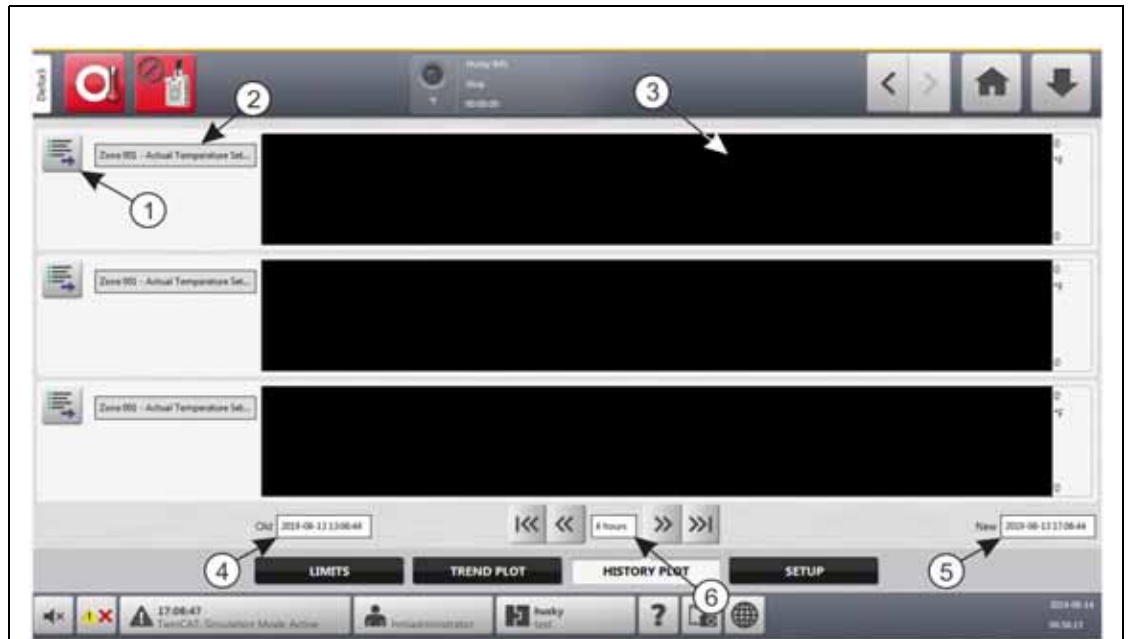

Figura 12-3 Pantalla Registro histórico
Para ver la pantalla History Plot (Registro histórico), toque el botón **Process Monitoring** (Control de proceso) en la pantalla Home (Inicio) y, luego, toque la pestaña **History Plot** (Registro histórico). Consulte la Figura 12-3.
3. En la pantalla del registro histórico, toque el campo **Timeframe** (Intervalo). Consulte la Figura 12-3.
Los campos de fecha antigua, fecha nueva y rango temporal se especifican en la Figura 12-3.
1. En la pantalla History Plot (Registro histórico), toque el botón **Variable Selection** (Selección de variable) de la zona o el proceso que desea modificar. Consulte la Figura 12-3.